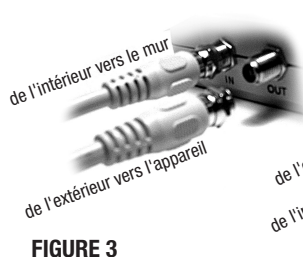

FIGURE 3
- Branchez votre ligne de câble, d'antenne ou de ligne DSS (voir fig.3) au connecteur coaxial «ENTRÉE» sur le protecteur contre les surtensions. Branchez le câble coaxial au connecteur coaxial «SORTIE» du protecteur contre les surtensions et branchez ensuite l'autre bout du câble coaxial dans le connecteur «ENTRÉE» du dispositif que vous voulez protéger.